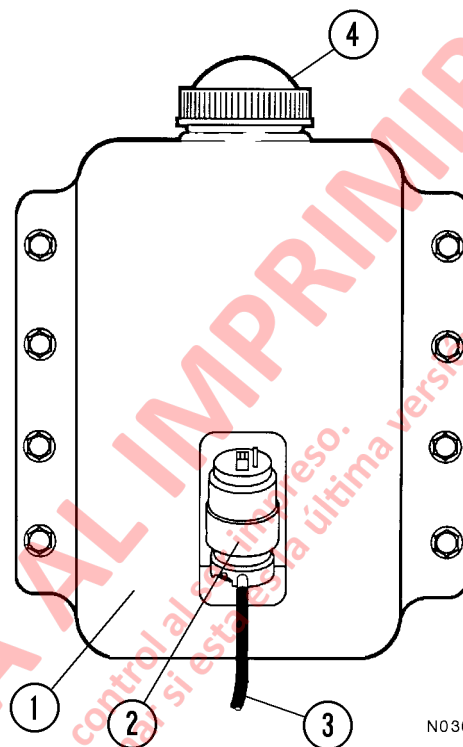

FIGURA 3-4. DEPÓSITO DE LÍQUIDO Y BOMBA DEL LAVADOR DEL PARABRISAS
El lavador del parabrisas, montado al lado derecho del gabinete de los componentes hidráulicos detrás de la cabina, posee un depósito plástico (1, Figura 3-4) de 3,8 litros (1 galón) con una bomba eléctrica de 24 voltios (2).